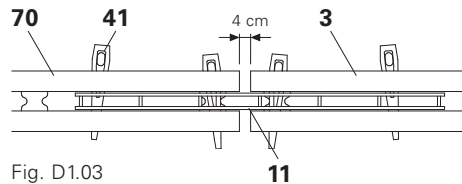

Fig. D1.03
Com régua VKZ (11) e cunha KZ (41). A distância entre as correias SRU (70) e SRZ (3) é de 4 cm. (Fig. D1.03)